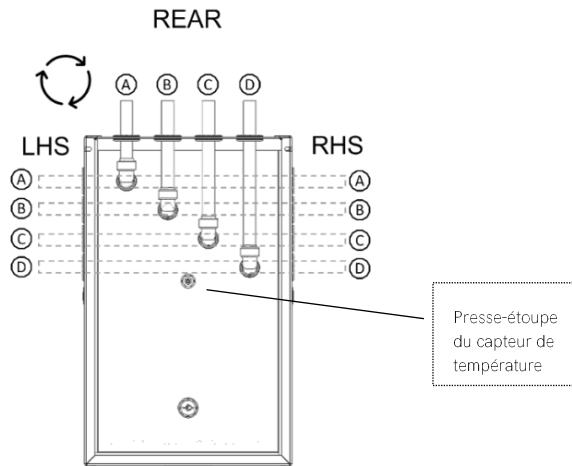

Figure 8 – Ports de la batterie thermique Thermino TS
- Pivoter les coudes sur le côté choisi pour raccorder le système hydraulique (gauche, droit ou arrière) (Figure 8).
retour de la source de chaleur externe depuis la batterie thermique au port C (Figure 8).
1. Vérifier que le capteur de température de la batterie thermique ne s'est pas déplacé lors du transport et qu'il est bien fixé dans son logement. Le repère blanc doit être situé au-dessus du presse-étoupe du câble bleu (voir Figure 8).